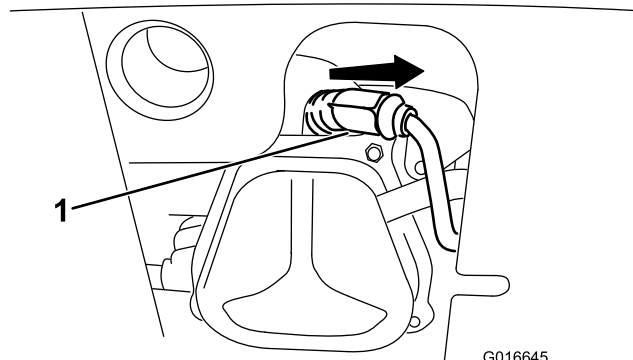

Figure 35
- Enlevez le capuchon (Figure 35).